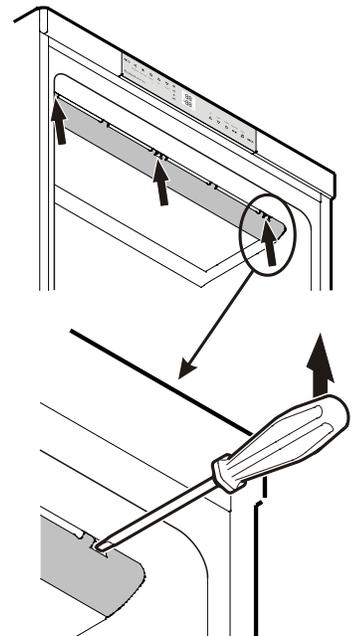

Figure 14
1. Désenclipper précautionneusement le cache à gauche, au milieu et à droite à l'aide d'un tourne-vis - **Figure 14**.